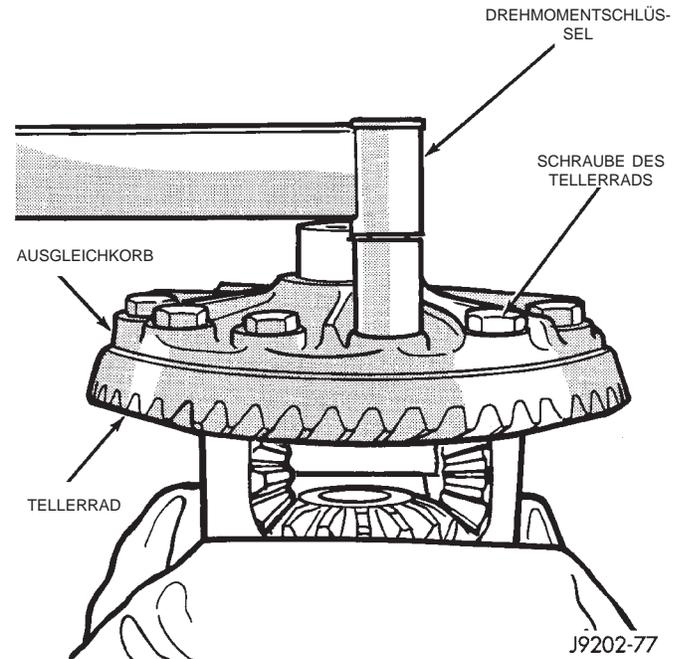

Abb. 35 Schrauben des Tellerrads montieren
(1) Ausgleichkorb umdrehen, Tellerrad auflegen und zwei Befestigungsschrauben eindrehen. Hierdurch wird das Tellerrad über den Bohrungen des Ausgleichkorbs zentriert.
(2) Ausgleichkorb im Schraubstock umdrehen.
(3) Neue Befestigungsschrauben für das Tellerrad eindrehen und abwechselnd mit einem Anzugsmoment von 95-122 N·m (70-90 ft. lbs.) festziehen (Abb. 35).
(4) Ausgleichkorb in Achsgehäuse einbauen und Zahnflankenspiel und Tragbild der Zahnanlage überprüfen.